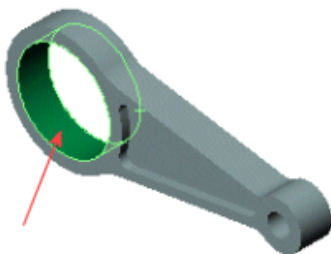

Рис. 5.6
3. В графической области нажмите на грань большого отверстия. **Грань<1>** появится в поле выбора (рис. 5.6).